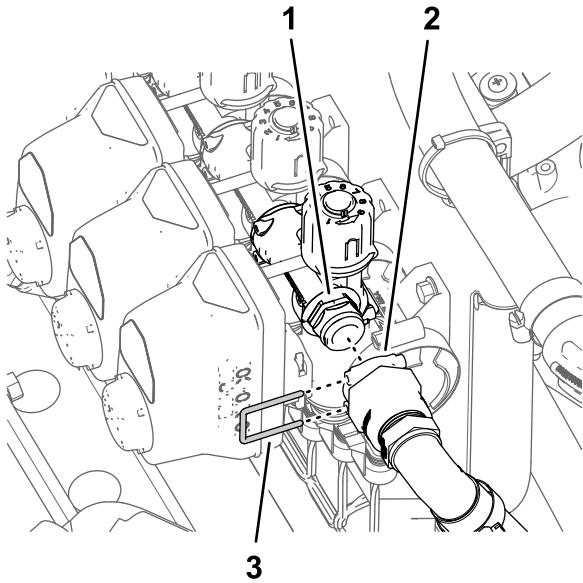

Figura 111
- Montate il raccordo ad attacco rapido del flessibile di bypass sul raccordo a disinnesto rapido nella valvola di bypass nella valvola dell'ugello 10 (Figura 111).
- Fissate i raccordi a disinnesto rapido per il flessibile di bypass e la valvola di bypass con il fermo (Figura 111).